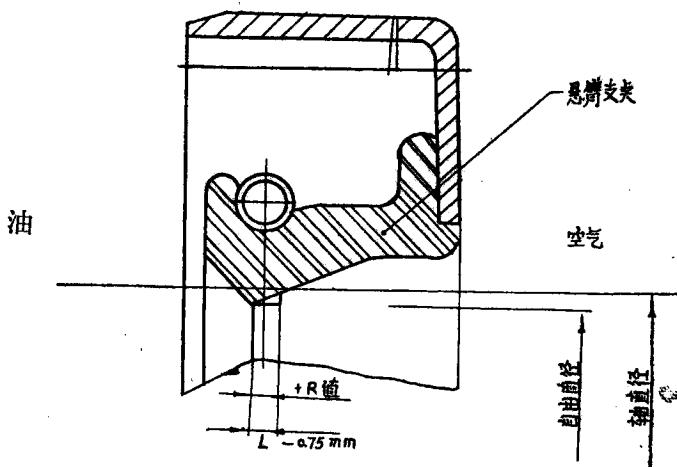
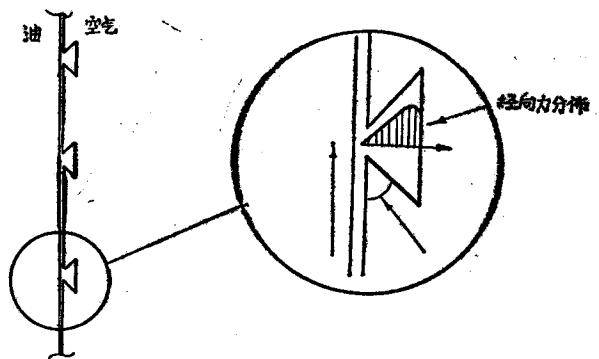

图1 典型的2DR油封断面
图2 2DR油封唇部与轴接触图形及接触应力分布
①道蒂密封件厂的SDR油封，如图1所示。这种结构的主要特点是在尖唇部的空气侧有与唇相切的小圆柱体，这种圆柱体均匀地分布在园周上（相距约10 mm左右）。弹簧断面中心线与唇口的距离R取正值，即弹簧偏向唇部的空气侧，这样小圆柱体与轴表面接触形成如图2所示的图形和接触应力分布。这些圆柱突起就起泵的作用，轴旋转时就能把漏出的油反推回油腔。据介绍，圆柱体的长度，即L约为0.75mm，R值为L值的 $\sim^2/_{\sqrt{3}}$ ，与唇口相切的圆柱体的半径约7.5mm。这些尺寸并不是十分关键的，比较关键的是圆柱体与唇部园周相切必需准确，误差应在0.025mm范围内。这种油封已大量生产应用。